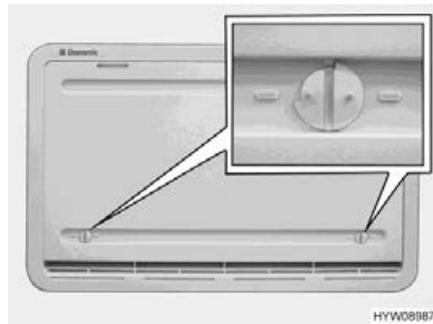

Bild 238 Winterabdeckung
Wenn der Kühlschrank bei niedrigen Außentemperaturen betrieben werden soll, empfiehlt der Hersteller die Verwendung einer Winterabdeckung (Bild 238) für die Kühlschrank-Lüftungsgitter.
- Beide Verriegelungen (Bild 238) öffnen (Nut steht waagrecht).